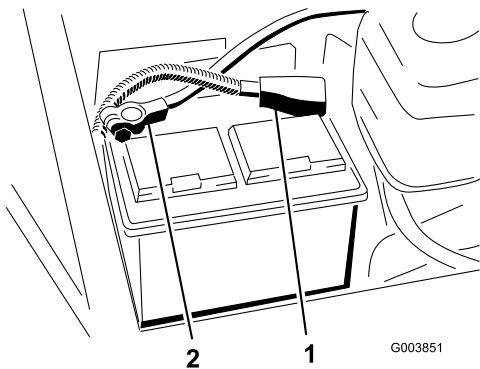

Bild 2
2. Stellen Sie sicher, dass die Batterie richtig befestigt ist und prüfen Sie die Batterieladung mit einem Hydrometer. Wenn die Batterie aufgeladen werden muss, stellen Sie sicher, dass das Pluskabel (+) von der Batterie abgeklemmt ist, bevor Sie das Ladegerät anschließen (Bild 2).